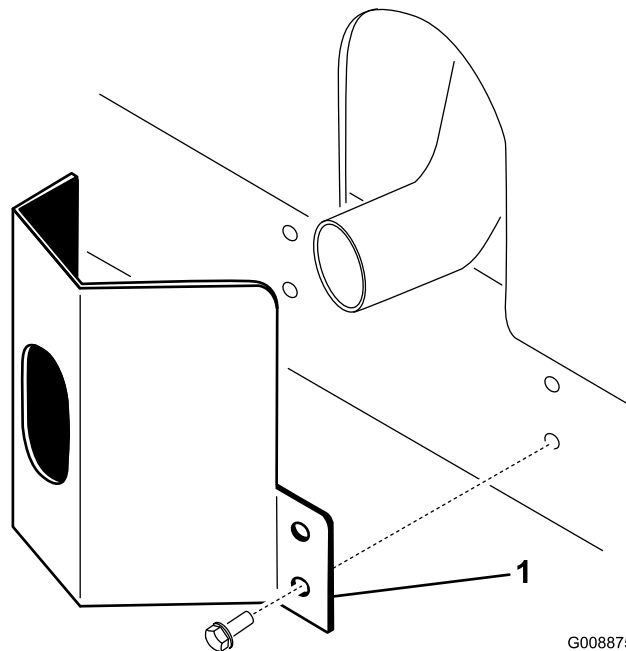

图11
1. 将排气护罩放到消声器旁边，同时将安装孔与机架中的孔对齐 (图11)。
2. 用 4 个自攻螺丝将排气护罩固定到机架上 (图11)。